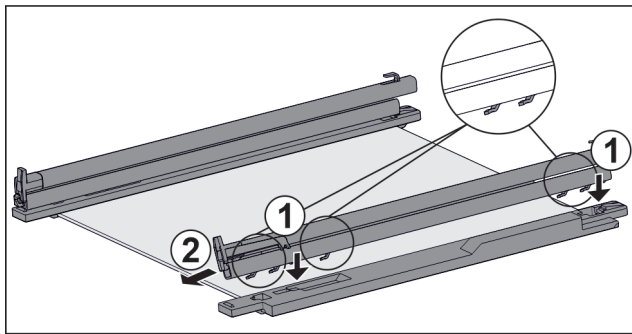

Fig. 104 Стекла́нная пластина с направляющими и крепежными элементами
- ▶ Поместите крючки направляющей в отверстия **левого** крепежного элемента. Fig. 104 (1)
- ▶ Потяните направляющую вперед. Fig. 104 (2)
- ▶ Поместите крючки направляющей в отверстия **правого** крепежного элемента. Fig. 104 (1)